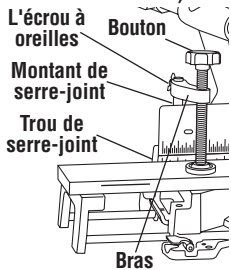

Figure 19. Serre-joint d'ouvrage
Serre-joints – Ce serre-joint permet de fixer facilement une pièce sur l'un ou l'autre des deux (2) trous de serre-joint situés derrière le guide (Figure 19 et 19a).